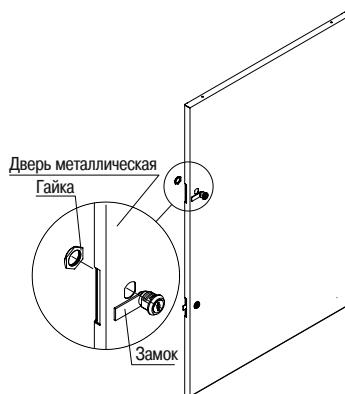

Рисунок 14 – Сборка металлической двери
3.3.5 Извлеките из второго места металлическую дверь. Установите на дверь два точечных замка, предварительно скрутив с них гайки. Проверьте правильность установки замков. При правильной установке язычки замков переводятся в положение «закрыто» сверху вниз. Закрепите замки на двери гайками (рисунок 14). После установки замков, соберите петли и установите дверь на каркас шкафа, как это описано в 3.3.2 и 3.3.4.
Для предотвращения поворота распашных дверей внутрь шкафа в посадочные места на обоих основаниях необходимо вкрутить два винта M5×16 (рисунок 14).